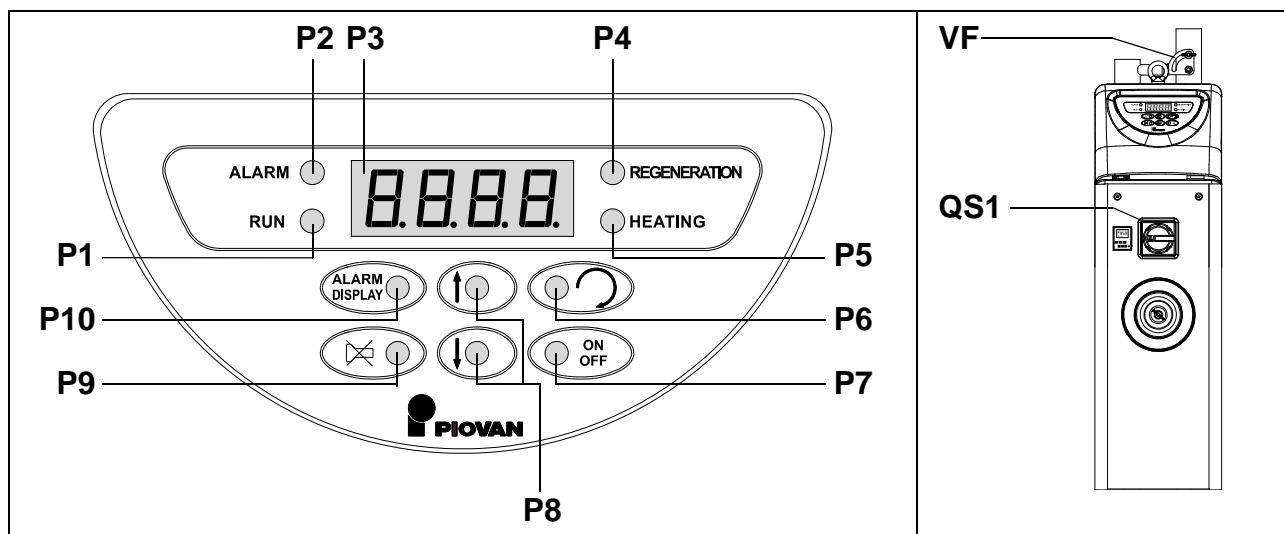

Fig. 9
4. Kontrollera att regleringsventilen för processluftflödet (VF, se Fig. 9) står i öppen position och är blockerad.
En flödesregleringsventil (VF, se Fig. 9 - Sid. 17) är installerad på processluftens utgående ledning (matarledning). Genom att inverka på ventilen kan processflödet ändras och anpassas till pressens eller extruderingsmaskinens reella timproduktion, med en följaktig energibesparing på upp till 50%. I de grafiska framställningarna i Fig. 6 - Sid. 11 är det möjligt att läsa av processluftens högsta möjliga temperatur, i förhållande till det flöde som ställts in med hjälp av ventilen.